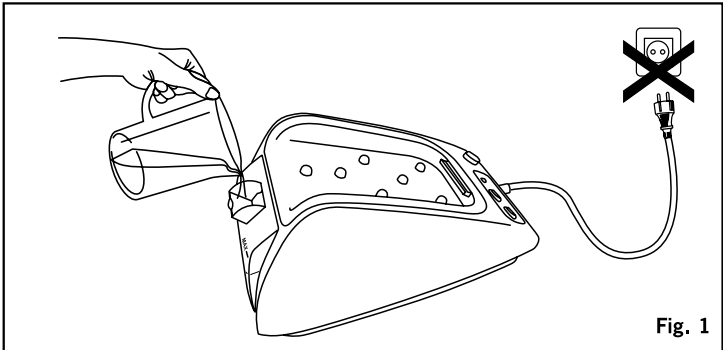
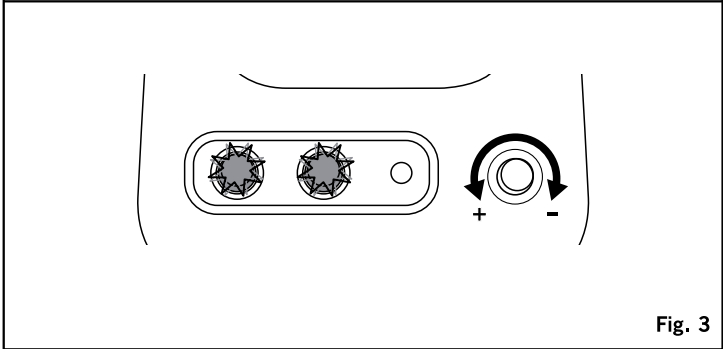

Fig. 1
Fig. 3
- Poner la plancha y la caldera en marcha, pulsando los correspondientes interruptores. Se iluminarán los respectivos pilotos (Fig. 3).
- Esperar a que el piloto luminoso (C) indicador de vapor a punto se conecte.
- El aparato estará listo para poder empezar a planchar. A partir de este momento, el piloto indicador de vapor a punto (C) se apagará y iluminará automáticamente, según el consumo de vapor. También oírás un suave ruido a intervalos, causado por la bomba que recarga agua en la caldera. Siga planchando de forma normal.
- Cuando el agua llegue al nivel mínimo en el depósito J proceda a rellenarlo, no sobrepase el nivel máximo. (Fig. 1)
Control del flujo de vapor: (Fig. 3)